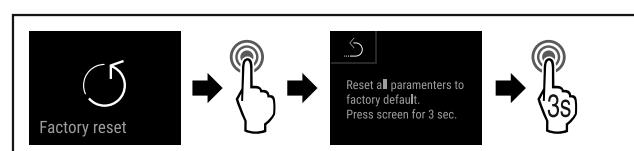

Fig. 163
- Seguir los pasos de procedimiento (consulte Fig. 163) .